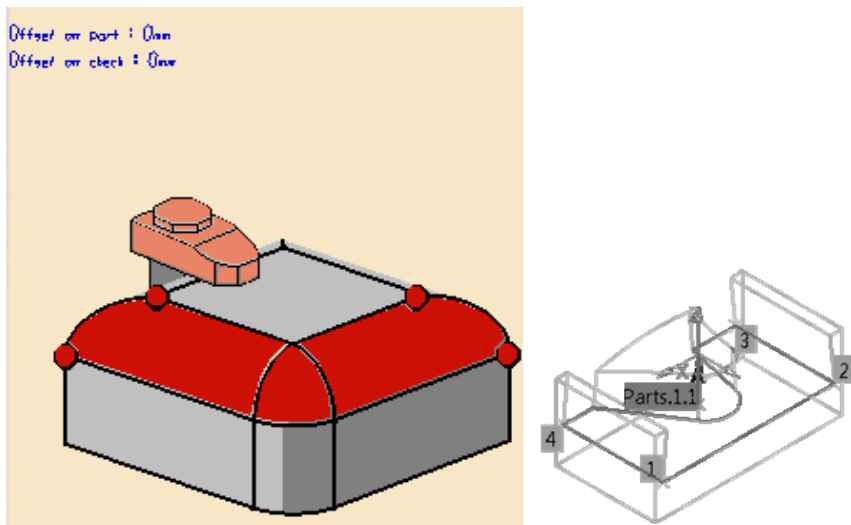

图 5-125 选择端点 (4)
● 选择端点 (4)。单击“Isoparametric Machining.1”对话框中的端点感应区，在图形区依次选择如图 5-125 所示的 4 个端点，其他点自动选取，双击空白处返回。